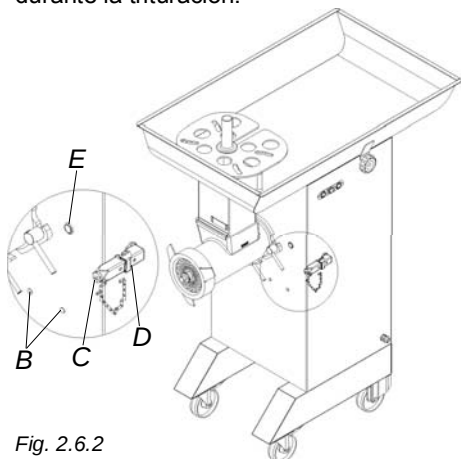
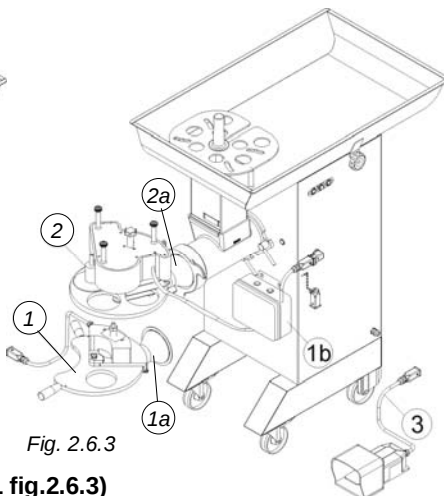

Fig. 2.6.2
Fig. 2.6.3
2.6.2 Hamburguesera semiautomática (1 fig.2.6.3)
- una parte que se fija rigidamente a la boca mediante la abrazadera de la misma (1 fig. 2.6.3);
- un conector ILME macho que sale de la misma y que se introduce en la correspondiente hembra (D fig. 2.6.2) presente en la maquina.
2.6.3 Hamburguesera automática (2 fig.2.6.3)
- una parte que se fija rigidamente a la boca mediante la abrazadera de la misma (2a fig. 2.6.3);
- una caja eléctrica (1b fig. 2.6.3) enganchada a la máquina mediante dos clavijas (B fig. 2.6.2) ;
2.6.4 Pedaliera (3 fig. 2.6.3)
6.6.4 Pedalero (3 fig. 2.6.3)